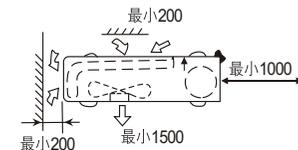

图4 机器户外部分所需空间
(1) 安装场所必须满足如下要求：
- 确定机器四周留有充分空间，并尽可能地远离障碍物，以便操作和维修，见图4。